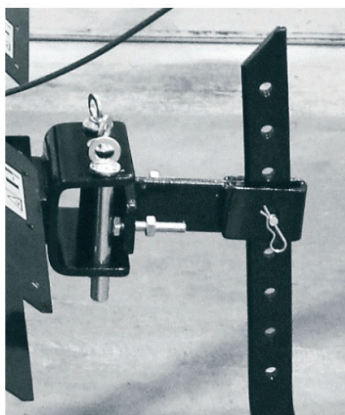

Рис. 9
5. Установите сошник в кронштейн и закрепите его пальцем и шплинтом из комплекта поставки (см. рис. 9):